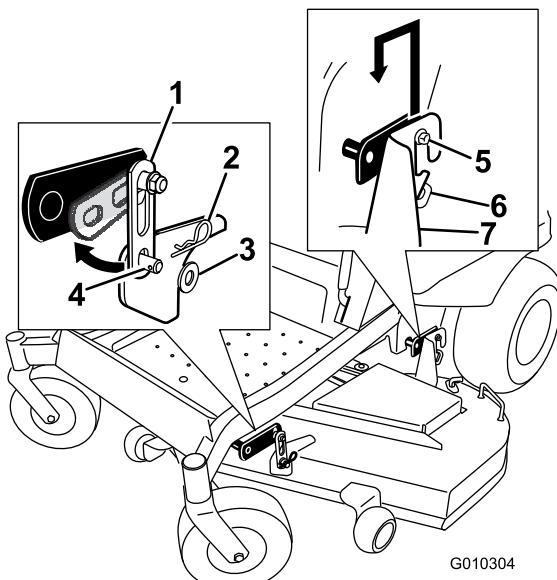

Figura 75
- Retire los herrajes de las pletinas de suspensión delanteras en ambos lados de la carcasa (Figura 75).
- Retire la carcasa con cuidado de los pernos de las pletinas de suspensión y baje la parte delantera de la carcasa al suelo (Figura 75).
- Conecte el soporte delantero de la carcasa del cortacésped a las pletinas de suspensión delanteras y sujetelas con una arandela y un pasador de horquilla (Figura 75).
- Eleva la parte trasera de la carcasa del cortacésped y coloque los soportes de las pletinas de suspensión sobre sus pernos (Figura 75).